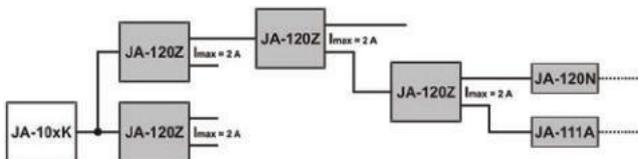

Abb. 1: 1 – Verstärkung der BUS-Ausgangsleistung um bis zu 2 A je JA-120Z-Einheit
- Gewährleistung einer ausreichenden Stromversorgung für angeschlossene Geräte, wenn die Ausgangsleistung der Zentrale nicht hoch genug ist, siehe Abb. 1.
Gewährleistung einer ausreichenden Stromversorgung (Abb. 1)